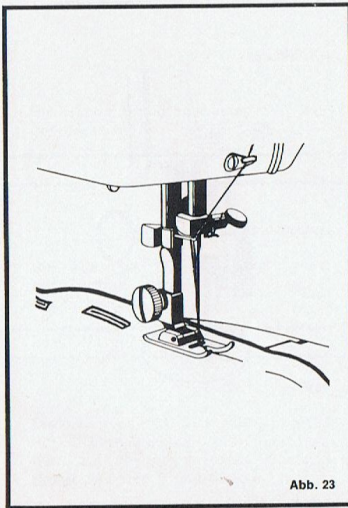

Abb. 23
mit und ohne Baumwoll-Einlauffaden Knopflochfuß (Plastik) einsetzen (Abb. 23). Länge und Lage des Knopfloches z. B. mit Kreide auf den Stoff zeichnen. Stichelagenschaltknopf auf links stellen (L). Stichbreite auf Raste 2 stellen (siehe Seite 13). Stichlänge so einstellen, daß die Stiche dicht beieinander liegen (etwa bei 0,2 mm). Stoff mit vorgezeichnetem Knopfloch unter den Nähfuß legen.